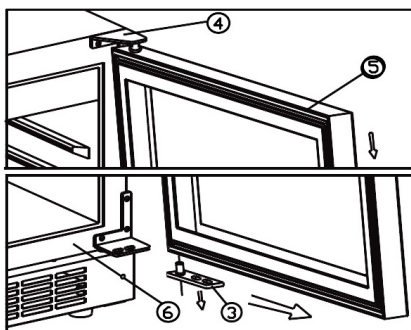

fig. 8.2
- Montera av dörren genom att dra den fram och av det övre gångjärnet. Se fig. 8.2